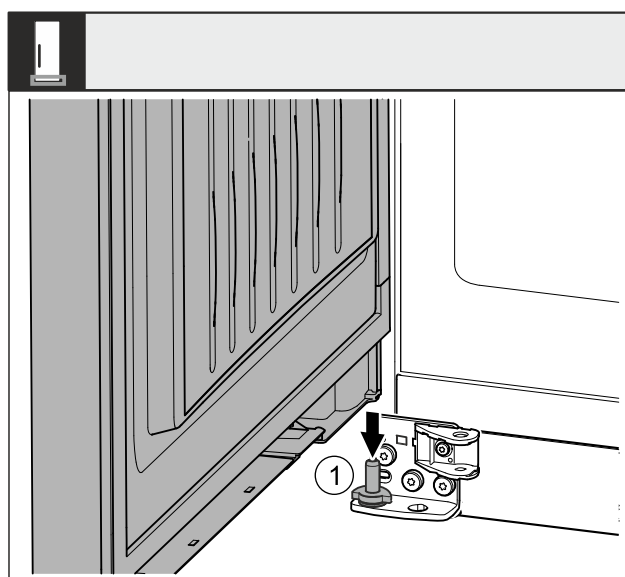

Fig. 43 *
- Vrata od zgoraj nasadite na spodnji ležajni sornik Fig. 43 (1)*